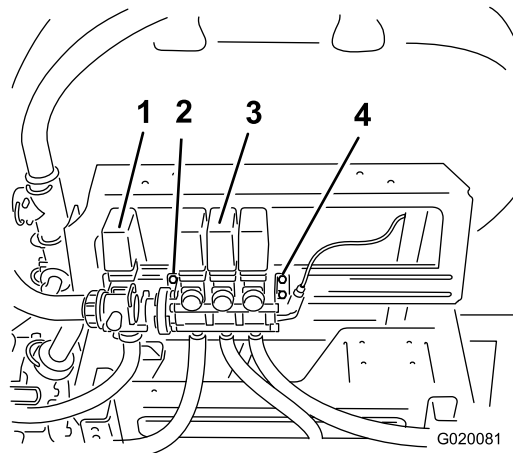
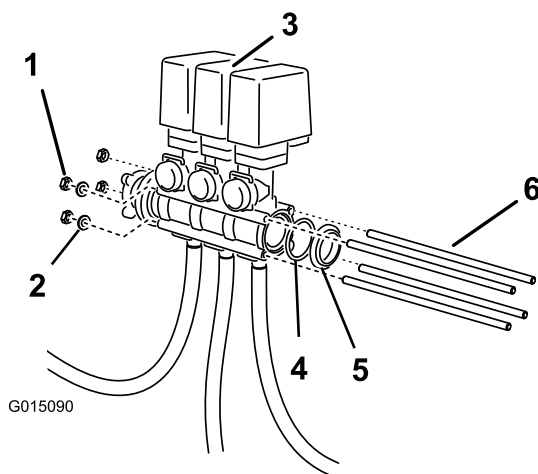

Figura 4
Figura 6
1. Afloje, pero no retire, los pernos que sujetan el conjunto de las válvulas de los brazos al soporte de montaje derecho (Figura 4).
8. Introduzca las varillas roscadas por los taladros de los cuerpos de las válvulas de desvío de los brazos, y en el caso de las 2 varillas más próximas al raíl de montaje, por el soporte de montaje izquierdo (Figura 4 y Figura 6).